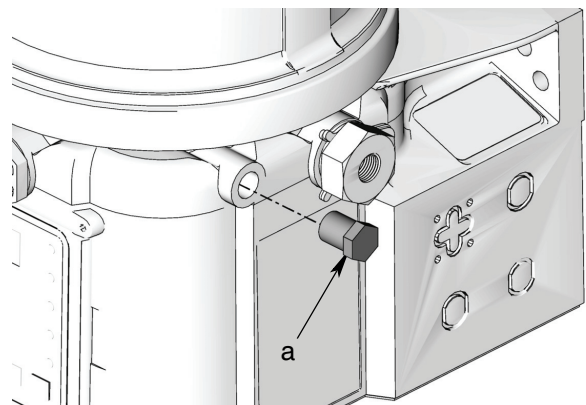

FIG. 2
3. Utilizzare una chiave per allentare il tappo (a) dalla posizione di ritorno. Rimuovere il tappo dalla porta (FIG. 2).